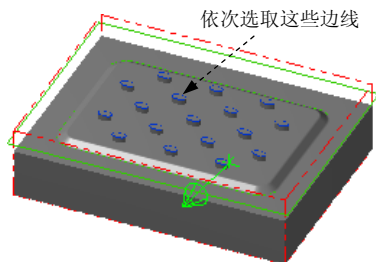

图 25.29 选取区域
Step3. 设置加工区域。在图形区中依次选取图 25.29 所示的边线，箭头方向如图 25.29 所示（若方向不同可单击“串连选项”对话框中的  按钮）。单击  按钮，完成加工区域的设置，同时系统弹出“2D 刀具路径-外形铣削”对话框。